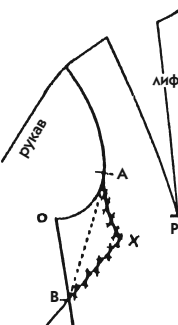

Рис. 679
Чтобы понять, почему при покрое рукава «кимоно» необходимо добавить под мышкой деталь, называемую ластовицей, рассмотрите рис. 679.
1. Обычный рукав вшивают в пройму от плеча до места, где линии рукава и проймы принимают противоположное направление (засечка А на рис. 679).
- Чтобы поднять руку, надрезают обе части, наложенные друг на друга, с того места, где рукав удерживается на лифе: от засечка В до засечки А (на рис. 679 надрез показан пунктирной линией).
Минимальная ширина ластовицы равна примерно диаметру руки по линии проймы: эта линия лежит горизонтально под рукой от края надреза переда (засечка А на рис. 679 и 681) до края надреза спинки. Принимая, что линия плеча между засечками А имеет наибольшую величину (рука имеет овальную форму), становится понятно, что расчет на базе диаметра руки имеет для этого все основания.